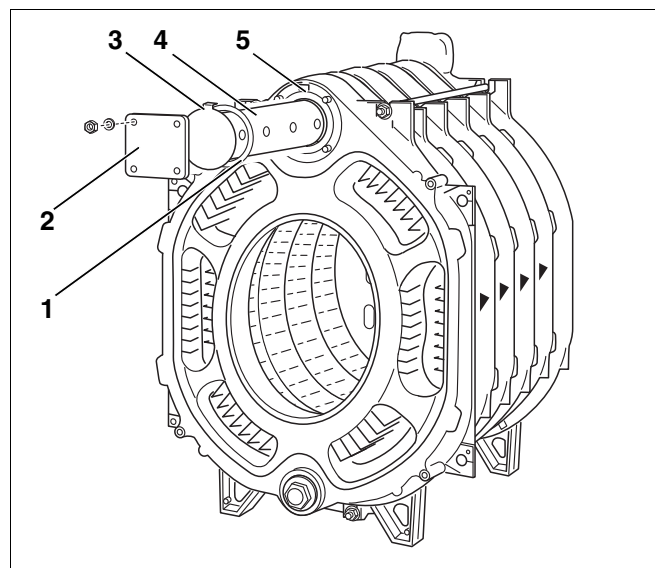

Fig. 19 Montaggio – Tubo di alimentazione
- Inserire la guarnizione piatta (fig. 19, [1]) sul tubo d'alimentazione (fig. 19, [4]).
- Chiudere con la flangia cieca (fig. 19, [2]).
Inserire la camma (fig. 19, [3]) della lamiera terminale del tubo di alimentazione nella cavità del mozzo superiore (fig. 19, [5]). Il tubo d'alimentazione deve essere fissato in modo che le sue aperture di deflusso siano poste nella giusta angolazione. In tal modo è garantita un'ottimale distribuzione dell'acqua nel settore del mozzo superiore.